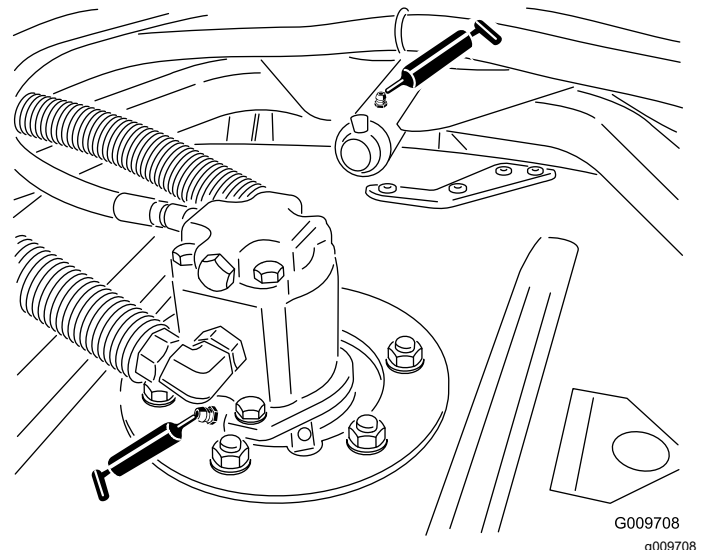

図 85
- 図 85に示す、スピンドルシャフトのベアリングカッティングユニット 1 台に 2ヶ所
- 図 85に示す、刈り込みデッキのキャリアアームのブッシュカッティングユニット 1 台に 1ヶ所